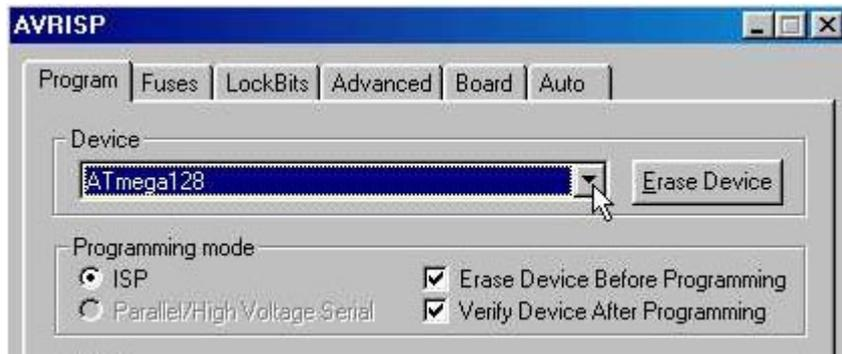

FIGURA B-8: SELEZIONE CPU CON AVR STUDIO
- D4) Selezionare come CPU ATmega128, come indicato in figura B-8.